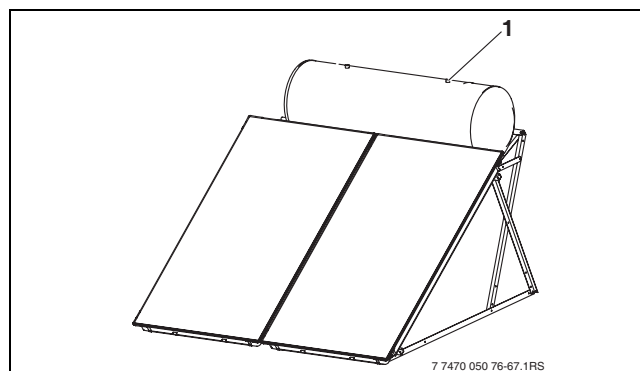

Fig. 76 Llenado de la instalación
- Llenar el acumulador con el líquido solar por arriba (Fig. 76, (1)) hasta que salga por el tubo de alimentación.